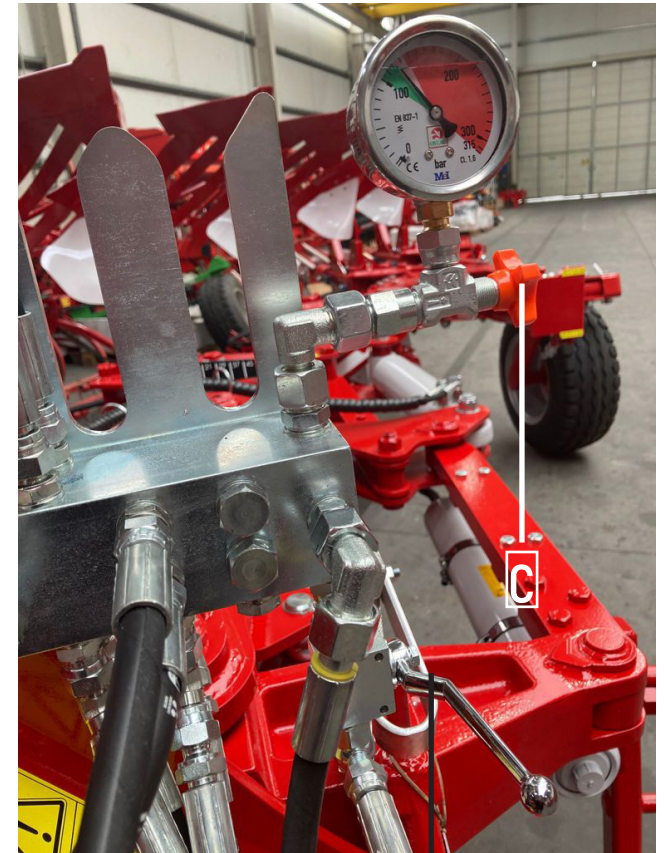
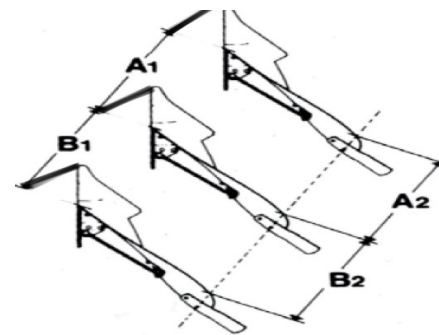

Fig. 6
Fig. 8
- Abrir la llave C (Fig.6) para poder leer la presión en el manómetro.
- Abrir la llave L (Fig.6).
Comprobar las distancias $A1=A2$ y $B1=B2$ como se muestra en la figura (Fig. 6). Si dichas distancias no coinciden, ajustar mediante el tirante C actuando sobre las tuercas D Y D' (Fig. 8 y 9).